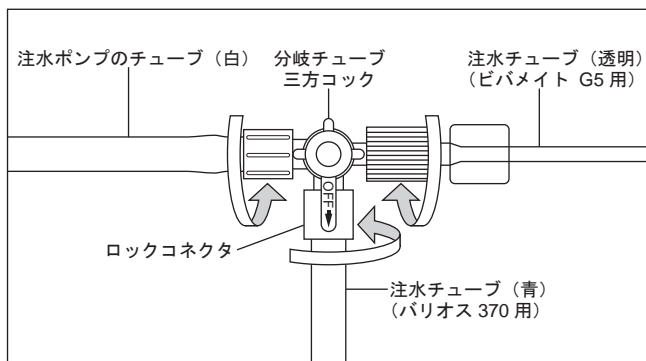

図 9
- 2) ビバメイト G5 用の注水チューブを分岐コネクタに挿し込み、ロックコネクタを回して締めつけます。(図 9)